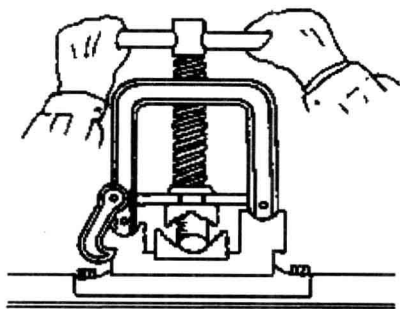

图 1-8 管子台钳的使用
3) 操作时,将管子放入管子台钳钳口中,旋转把手卡紧管子,如图 1-8 所示。